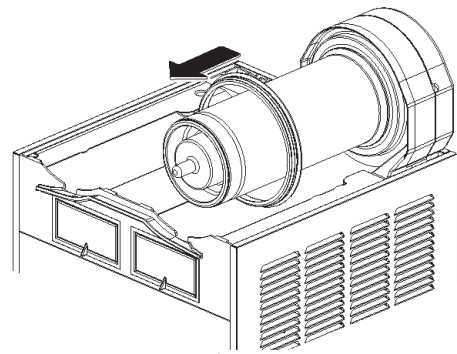

figura 10
- 4 Togliere la guarnizione di tenuta del contenitore dalla sua sede (vedere figura 10).